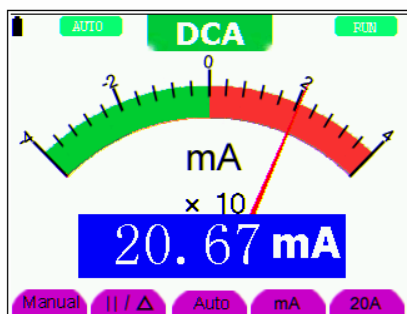

Рис. 27: Измерение постоянного тока до 400 mA (DCA)
4. Подключите измеряемый объект (цепь) таким образом, чтобы стрелка отклонилась в красный сектор (вправо). Значение силы постоянного тока в амперах отображается на дисплее (см. рис.27).